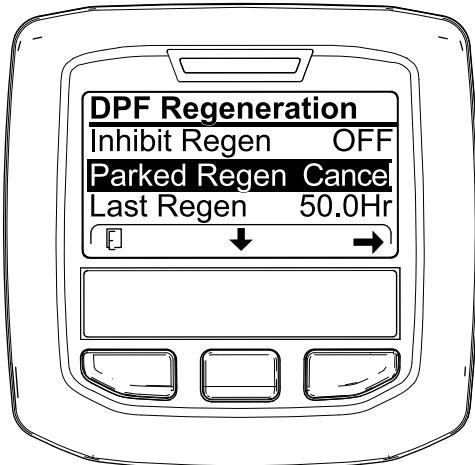

Figure 53
1. Ouvrez le menu DPF Regeneration (régénération du FAP) (Figure 53).
2. Appuyez sur le bouton central pour naviguer jusqu'à l'option PARKED REGEN CANCEL (Figure 53) ou RECOVERY REGEN CANCEL (Figure 54).
3. Appuyez sur le bouton droit pour sélectionner l'option Regen Cancel (annulation de régénération) (Figure 53 ou Figure 54).